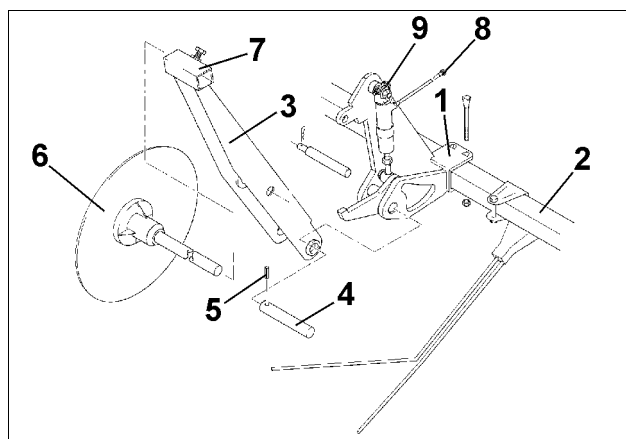

Fig. 100
- to bærearmer (Fig. 100/1) monteres på eksaktdækstriglen
- Holderne til sporskiverne (Fig. 100/3) fæstnes med bolte (Fig. 100/4) og sikres med stifte (Fig. 100/5)
- Sporskiverne (Fig. 100/6) stikkes ned i holderne (Fig. 100/3) og klemmes fast med stålbolte (Fig. 100/7)
- Hydraulikslangerne (Fig. 100/8) tilsluttes begge hydraulikcylindre (Fig. 100/9) og sammen med hydraulikcylinderen til køresporsskiftet tilsluttes de til fordelerhovedet på den elektro-hydrauliske ventil